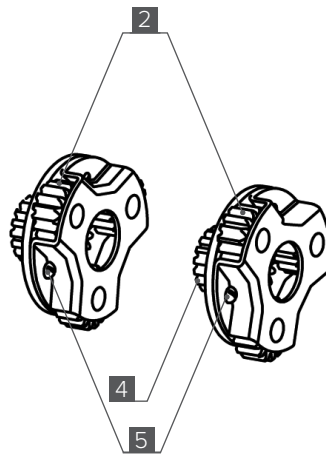

Рис. 6
2. Разберите первую и вторую ступени редуктора. Для этого сточите расклепанную часть винтов [5] (Рис. 6), используя угловую шлифовальную машинку или точило и выверните винты.